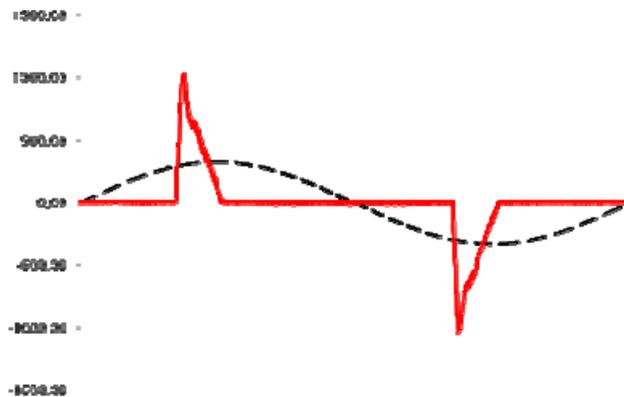
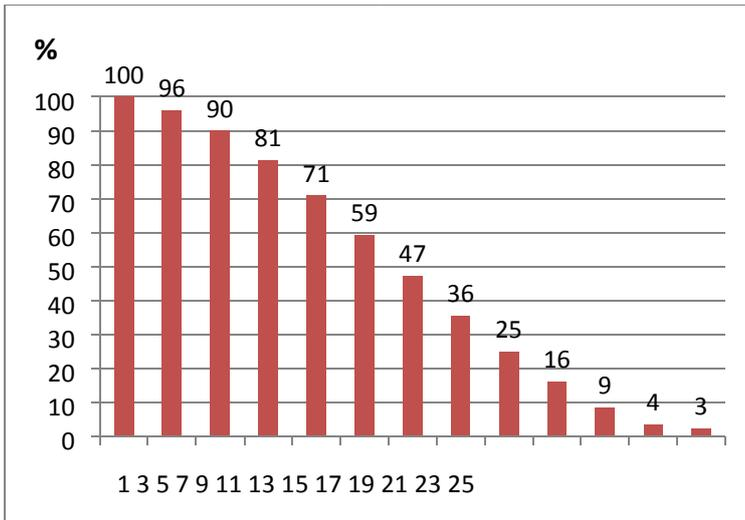

Figure 8 Courant d'un tube LED à faible facteur de puissance
Figure 10: Harmoniques sous forme de graphique ou de tableau
Avec l'émergence de l'électronique de puissance il y a beaucoup de consommateurs qui ne consomment pas de courant sinusoïdal du réseau. Un exemple typique d'un courant non linéaire est figure 8. Ceci est courant d'une tube LED, mais il y a beaucoup de charges avec une telle forme d'onde.
Habituellement, on convertit les harmoniques comme celle de la figure 10, dans lequel la taille de chaque harmonique est représentée dans le graphique ou sous forme de tableau. La figure 10 sont les harmoniques du courant à travers le tube de LED de la figure 8.
Prenons par exemple la LED-TL de la figure 8. Supposons que l'on connecte cette LED-TL sur une tension sinusoïdale de 230V. Etant donné que la tension de ligne est purement sinusoïdal (et par conséquent ne contient pas de composantes harmoniques), la puissance est égale à:
Le courant du tube LED est dans notre exemple (voir la figure 10 pour les valeurs):
- c) une puissance de 2000 W, dans lequel le courant est fortement déformée (comme représenté sur la figure 8) avec un THD_i de 130% et une $\cos\varphi_1 = 1$.